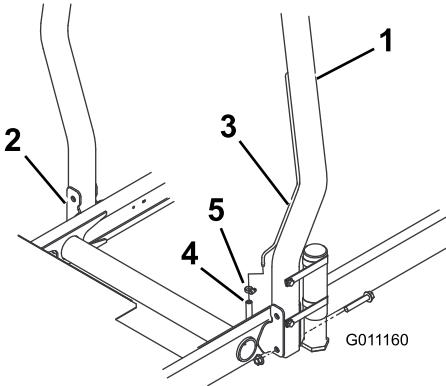

Figura 9
1. Baje la barra anti-vuelco sobre los soportes de montaje de la unidad de tracción, alineando los taladros de montaje. Asegúrese de que el tubo de ventilación de la barra anti-vuelco está en el lado izquierdo de la máquina (Figura 9).
2. Fije cada lado de la barra anti-vuelco a los soportes de montaje con 2 pernos y contratuerca (Figura 9). Apriete los herrajes a 81 Nm.